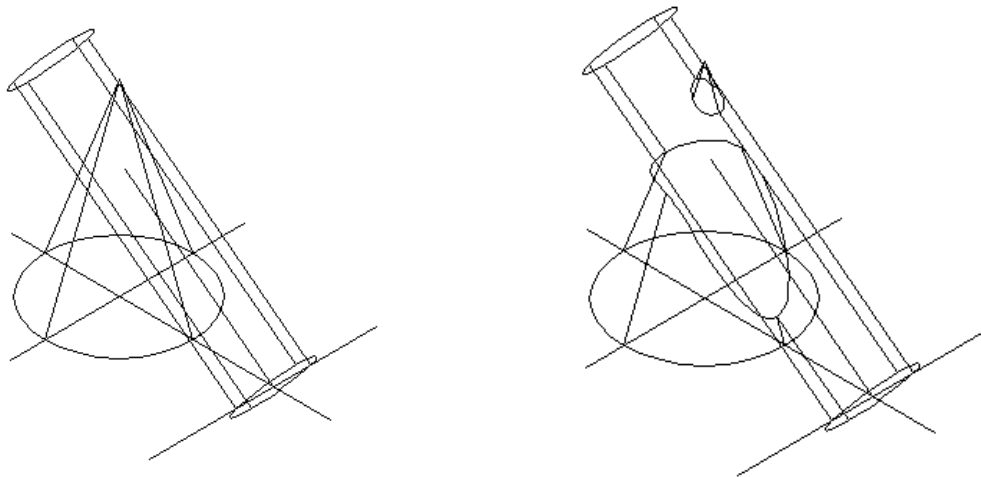

Рис. 6.2
6.1. Об'єднання тіл (рис. 6.2)